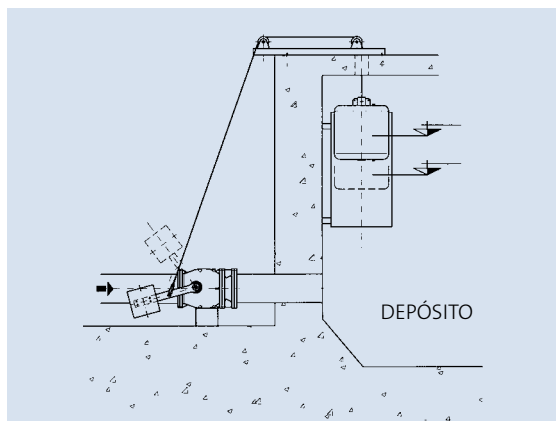

FIGURA 3
- **FIGURA 3:** Control del nivel mediante flotador y contrapeso.